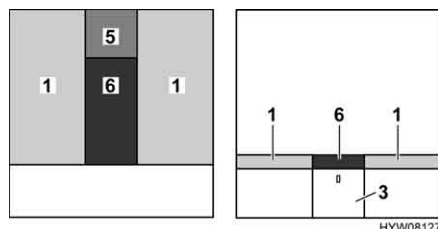

Bild 92 Nach dem Umbau
- Das Zusatzpolster (Bild 92,5) auf das Nachtschränken legen.
- Das Zusatzpolster (Bild 92,6) zwischen die Matratzen (Bild 92,1) legen.